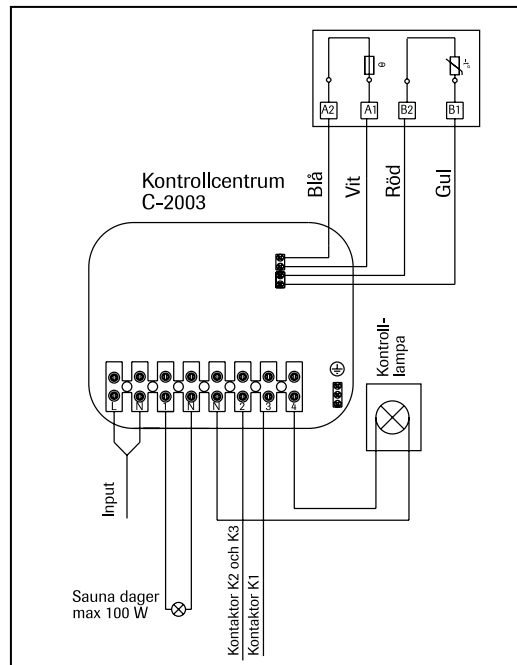

Bilden 5. Fästning av kapseln.
- Kapseln fästes vid väggen med tre skruvar. Bilden 5.